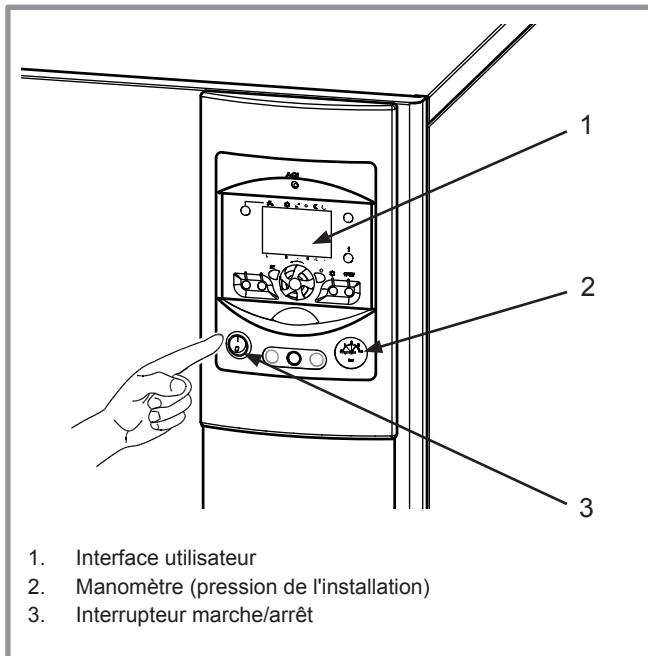

figure 5 - Mise en marche
- S'assurer que l'installation est bien remplie d'eau et correctement purgée et que la pression au manomètre (rep. 2, **figure 5**) est suffisante (1 à 2 bar).